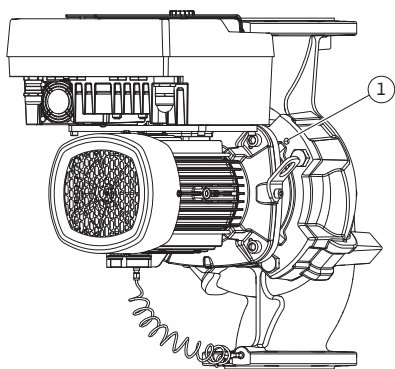

Fig. 14: Ievietojamā moduļa nospiešana, izmantojot vītnes urbumus (atkarībā no sūkņa tipa)
5. Atbrīvojiet ievietojamā moduli (skat. Fig. 5) no sūkņa korpusa. Atkarībā no sūkņa tipa (skat. Fig. I–III) ir pieejamas dažādas procedūras. Sūkņa tipam Fig. I, atskrūvējiet skrūves, 29. poz. Nospiediet ievietojamā moduli no sūkņa korpusa. Sūkņa tipam Fig. II un Fig. III šim nolūkam izmantojiet abus vītnes urbumus (Fig. 14, 1. poz.). Izmantojiet piemērotas skrūves, ko nodrošina pasūtītājs (piemēram, M10 x 25 mm).
5. Nospiediet ievietojamo moduli (skat. Fig. 5) no sūkņa korpusa. Šim nolūkam izmantojiet abus vītnes urbumus (skat. Fig. 14). Lai atspriegotu fiksējumu, vītņu urbumos ieskrūvējiet piemērota garuma M10 skrūves.